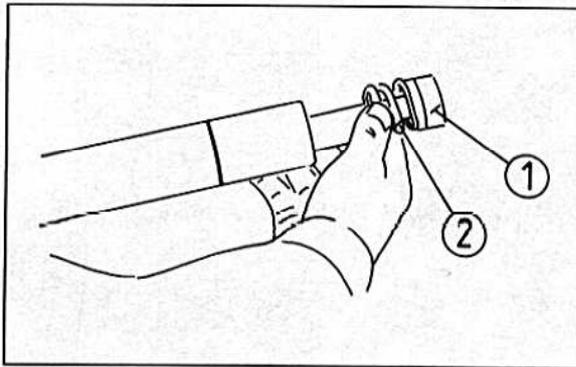

Bild 326 ►
- Zum Ausbau das T-Stück eindrehen und das Gabelbein mit dem Halter gegenhalten (Bild 326).